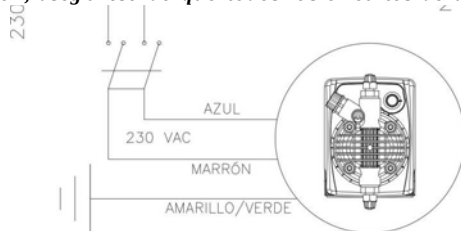

Fig. 4
b.- Respete las leyes en vigor de cada país por lo que concierne a la instalación eléctrica (Fig. 4).
- a. Asegú rese de que esté des activada eléctric amente (ambas polaridades) des conectando los condu ctores de los punt os de contacto de la red con el inte rruptor omnipolar de distancia mínima entre contactos de 3 mm. (Fig. 4).